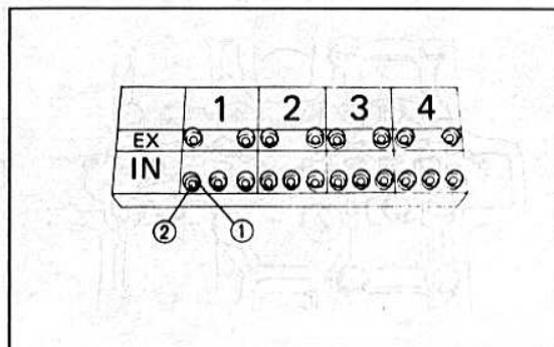

Bild 129
- ⚠ Die Zylinderkopfschrauben in der richtigen Reihenfolge lösen. Dazu das nebenstehende Schema beachten (Bild 129).